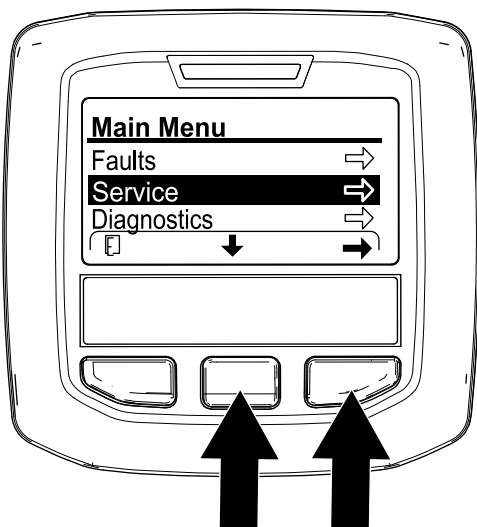

図 130
2. インフォセンターでメインメニューにアクセスする 図 130。